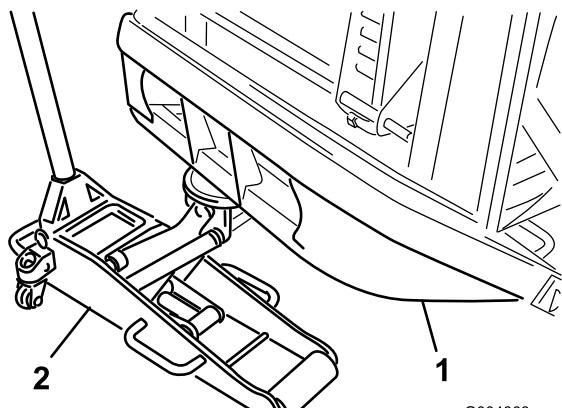

Figura 94
- 5. Coloque un gato de suelo apropiado debajo del tubo del parachoques trasero, y eleve los neumáticos traseros del suelo (Figura 94).